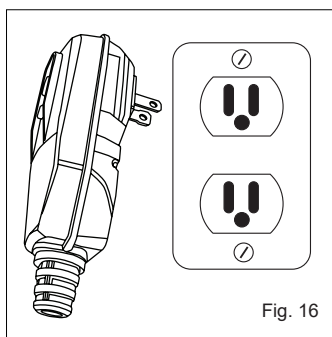

Fig. 16
- Déroulez complètement le cordon d'alimentation et branchez le GFCI dans une prise de courant de 120 volts mise à la terre. (Fig. 16).